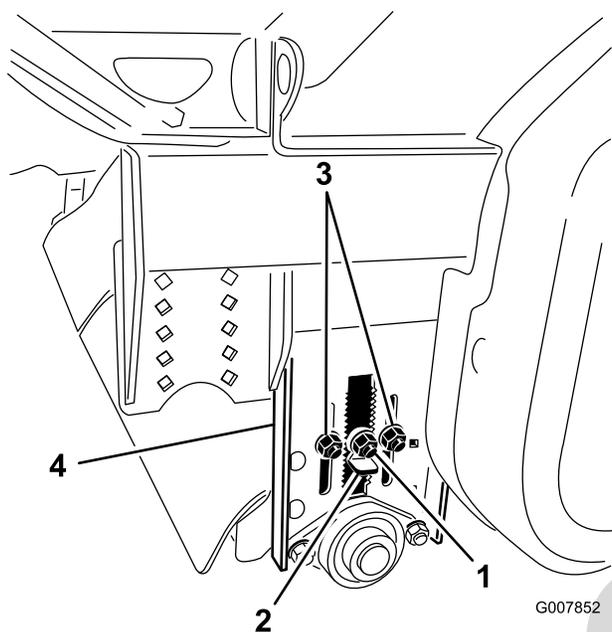

Рисунок 30
1. Перед выравниванием обработчика проколов убедитесь в том, что высота подъема щетки и высота заднего валика отрегулированы на требуемую высоту скашивания (Рисунок 30). Если обработчик проколов оборудован новой щеткой, то для установки заднего валика на правильную высоту скашивания травы можно воспользоваться таблицей регулировки заднего валика.